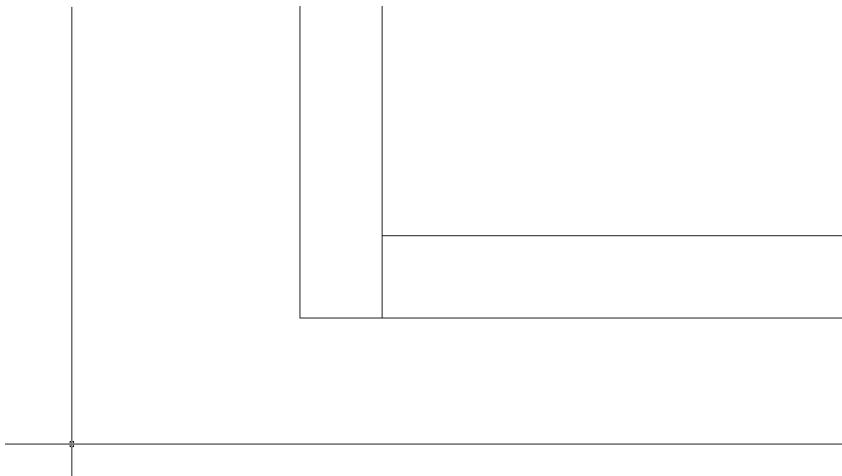

Рис. 4.29 ▼ Лишняя часть горизонтальной линии контура ящика обрезана по вертикальной границе контура ящика
- Получив результат, показанный на рис. 4.29, вернитесь к предыдущему масштабу, воспользовавшись инструментом **Зумировать предыдущий** (Zoom Previous) (введите в командном окне **по п** (Z P)).